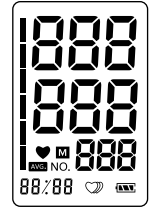

Figure 1
- Allumez l'appareil en appuyant sur la touche Start/Stop. Tous les symboles apparaissent à l'écran (Figure 1).